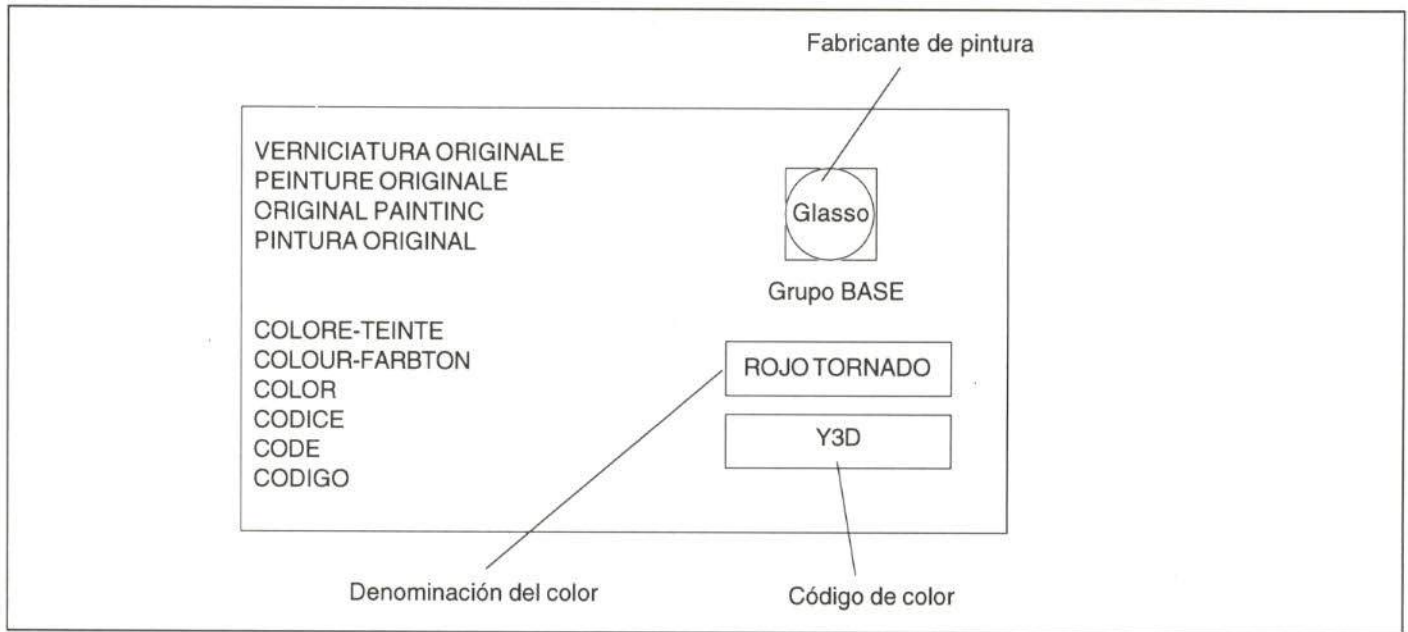

Figura 3.- Identificación de pintura
• **La identificación de pintura** se indica en una pegatina adherida a la cara interna del capó trasero. En ella se recogen el código, la designación y la marca de la pintura del vehículo (figura 3).